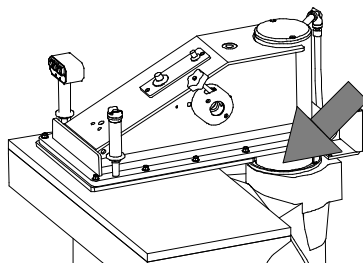

Fig. 20
c) nettoyer avec un drap (qui ne laisse pas de filaments du tissu) la bague d'étanchéité lubrification canne (pour S/SE108: 01002005; pour S/SE120C: code 01010413; pour S/SE120/122/124C/124/125C/125/125L: code 01001367, tav. 1) des résidus et poudres du matériel découpé chaque mois (Fig. 20);